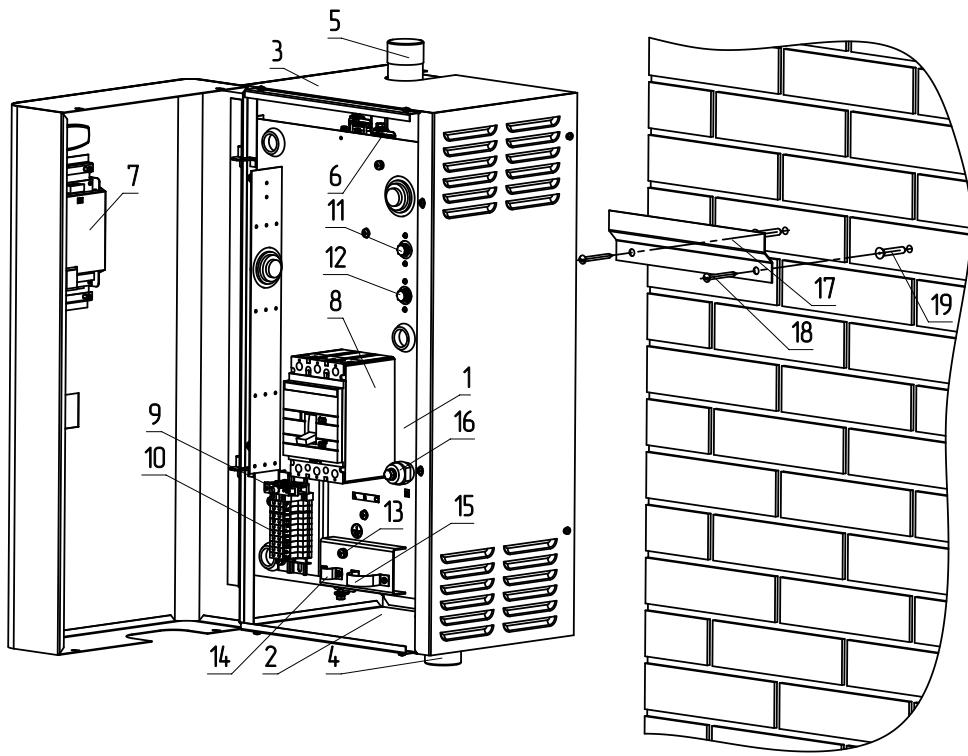

Рис.1 Конструкция котла и способ его крепления к стене
5.1. Котел (Рис.1) состоит из корпуса (1) сварной конструкции с фланцами, патрубком входа теплоносителя (4) и патрубком выхода теплоносителя (5), имеющих резьбу G1 1/2-В. В верхней части корпуса установлены три блока нагревательных элементов (6), датчик температуры воды, датчик перегрева и датчик уровня воды. В нижней части корпуса установлены три блока нагревательных элементов. Корпус установлен на основании (2). Защитный кожух (3) выполнен из стального листа и служит для защиты обслуживающего персонала от ожогов и поражения электрическим током. Кожух подвешен на основании при помощи механизма, который позволяет не снимая кожух с котла, открывать и закрывать его в направлении, указанном на Рис.1. При необходимости кожух можно легко снять с основания.
- Закрепить кронштейн крепления на вертикальной поверхности в необходимом месте с помощью шурупов, входящих в комплект поставки и установить на него котел как показано на Рис.1;
- Открыть кожух (3) как показано на Рис.1, предварительно выкрутив четыре винта крепления кожуха;
- Для установки модуля GSM/GPRS или LAN необходимо снять блок управления (7) с кожуха котла (3), снять крышку с блока управления и установить на ее место крышку с платой модуля GSM/GPRS или LAN, предварительно подключив кабель к разъему XS4 на плате блока управления. Далее необходимо установить SIM-карту со снятым запросом PIN-кода в модуль GSM/GPRS или подключить сетевой кабель к модулю LAN, установить на место блок управления и присоединить кабель антенны к разъему модуля GSM/GPRS. Кабель от антенны модуля GSM/GPRS или сетевой кабель модуля LAN, необходимо пропустить в кабельный ввод (18);
- Закрыть кожух (3) как показано на Рис.1 и закрутить винты крепления.